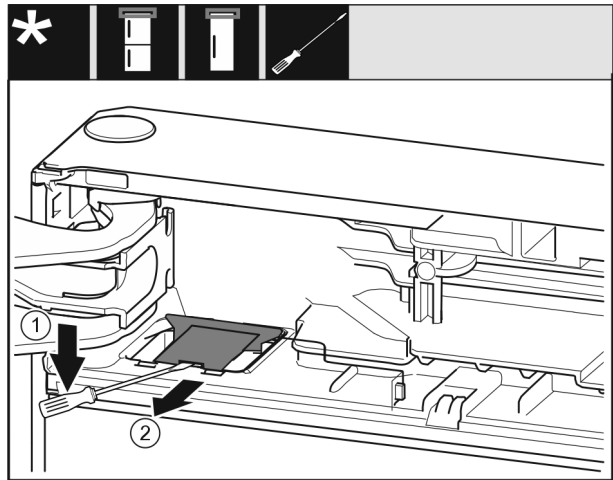

Fig. 10
- ▶ Mit einem Schlitzschraubendreher die Abdeckung ausrasten und aufheben. Fig. 10 (1)
- ▶ Abdeckung herausnehmen. Fig. 10 (2)